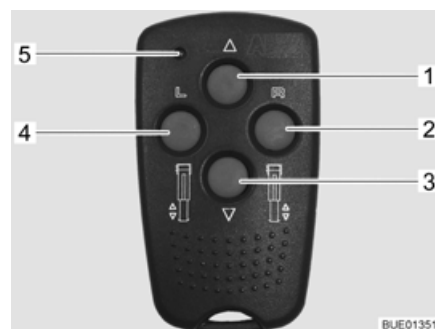

Fig. 49 Télécommande pour vérins stabilisateurs électriques
- Présélection : vérin stabilisateur gauche (Fig. 49,4)
- Présélection : vérin stabilisateur droit (Fig. 49,2)
- Rentrer le vérin stabilisateur (Fig. 49,1)
- Sortir le vérin stabilisateur (Fig. 49,3)
- DEL de contrôle (Fig. 49,5)
La DEL de contrôle (Fig. 49,5) clignote à chaque pression de touche.
- Appuyer sur la touche de présélection d'un vérin stabilisateur (Fig. 49,2 ou 4) pendant env. 1 seconde.
- Appuyer dans les 2 secondes sur la touche "Sortir le vérin stabilisateur" (Fig. 49,3) et la maintenir pressée jusqu'à ce que le pied d'appui (Fig. 51,4) repose sur le sol.
- Appuyer dans les 2 secondes sur la touche "Rentrer le vérin stabilisateur" (Fig. 49,1) et la maintenir pressée jusqu'à ce que le pied d'appui (Fig. 51,4) soit entièrement rentré. Un signal de contrôle retentit quand le vérin stabilisateur est entièrement rentré.